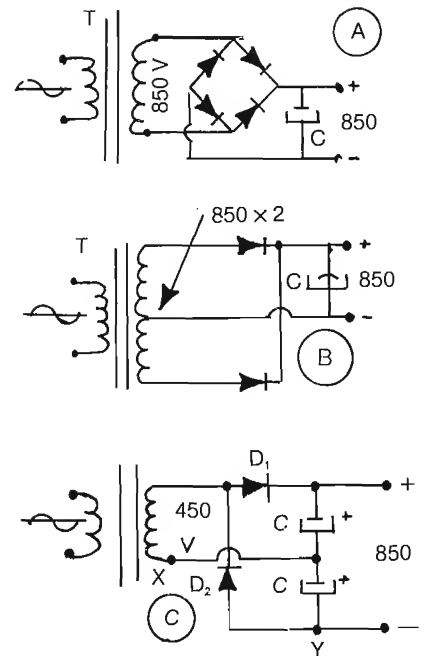

Fig. 7 - Circuiti raddrizzatori con capacità d'uscita.
C: doppia serie dei condensatori per il duplicatore. I punti (X) e (Y) si riferiscono al due nodi con le stesse lettere della figura 7C. C = 330 uF/450 VL. Come è facile osservare il filtraggio della continua di 850 V è qui più scadente, perché la serie di quattro condensatori rappresenta circa 80 uF; mentre la frequenza della pulsazione da spianare è nel duplicatore, di 50 Hz; invece di 100 Hz come nei circuiti (A-B) di fig. 7.
La tensione c.c. reale ottenibile con gli alimentatori di fig 7 A e B (che non hanno induttanza fra il raddrizzatore e la capacità, dipende non solo dal «ca-